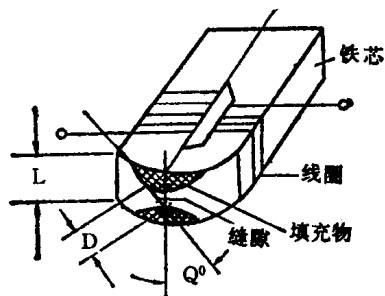

图 1-3 视频磁头结构
2. 视频磁头的结构。它是由线圈、铁芯和磁隙组成如图 1-3 所示。为了便于绕制线圈，在铁芯的中间开一个小窗口。线圈匝数很少，一般采用平衡绕制方法绕制磁头线圈。 D 为磁迹宽度，一般为 $19\text{--}70\mu\text{m}$ ，磁头片的厚度为 $L = 0.2\text{mm}$ 。在磁头缝隙的周围填充了玻璃填料，磁头缝隙为 $0.3\mu\text{m}$ 。 Q 为方位角，VHS 录象机中视频磁头的方位角为 $\pm 6^\circ$ 。在磁头缝隙处的弧面半径 R 应与视频磁鼓的半径 R' 相接近。